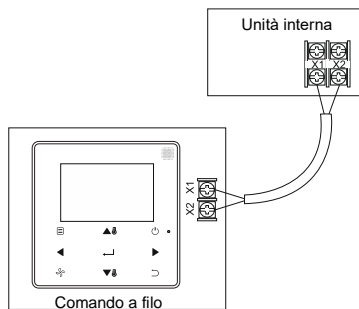

Fig. 8
3. Per la gestione dell'unità interna CC della 2a generazione il comando a filo viene collegato attraverso i morsetti X1 e X2 ai morsetti X1 e X2 dell'unità interna. Nei morsetti non è necessario distinguere la polarità X1 e X2. Vedere fig. 8